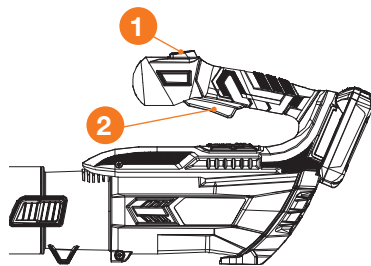

Рис. 13
2. Нажмите и держите рычаг включения **1** (Рис. 13) на рукоятке, для включения воздуходувки.
3. Для увеличения воздушного потока зажмите кнопку **TURBO** ② расположенную на рукоятке для увеличения воздушного потока.
5. Для остановки работы воздуходувки, отпустите рычаг включения ①.